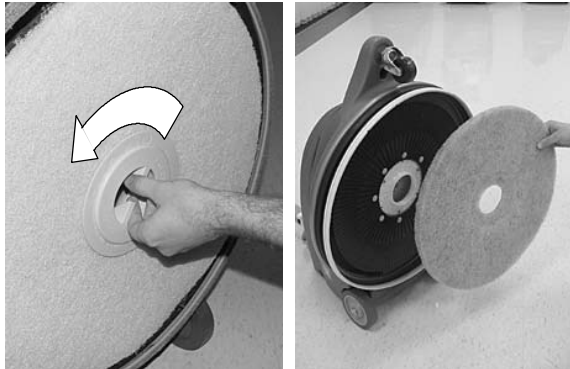

ABB. 9
1. Kontrollieren Sie die Polierscheibe nach jedem Gebrauch auf Abnutzung. Wenn die Scheibe verschlissen ist, wenden Sie sie oder wechseln Sie sie aus (Abbildung 9).